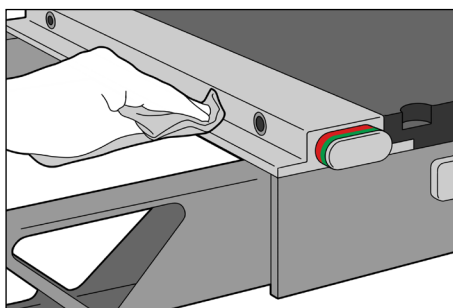

Fig. 2
2. Enlever peluches et débris de la surface externe du loquet de verrouillage en l'essuyant. (Fig. 2)